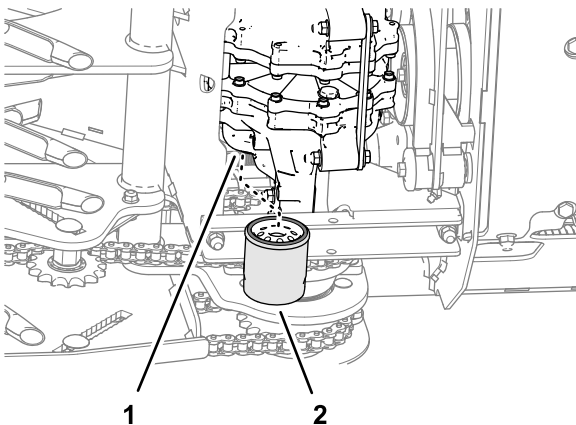

Bild 56
4. Lokalisieren Sie die beiden Filter unter den Getrieben (**Bild 56**).
6. Entfernen Sie die Filter und lassen Sie das Öl aus dem Antriebssystem ablaufen (**Bild 56**).
2. Drehen Sie den Filter nach rechts, bis die Gummidichtung den Filteradapter berührt. Ziehen Sie den Filter dann um eine weitere 2/3 bis 3/4 Umdrehung fest (**Bild 56**).